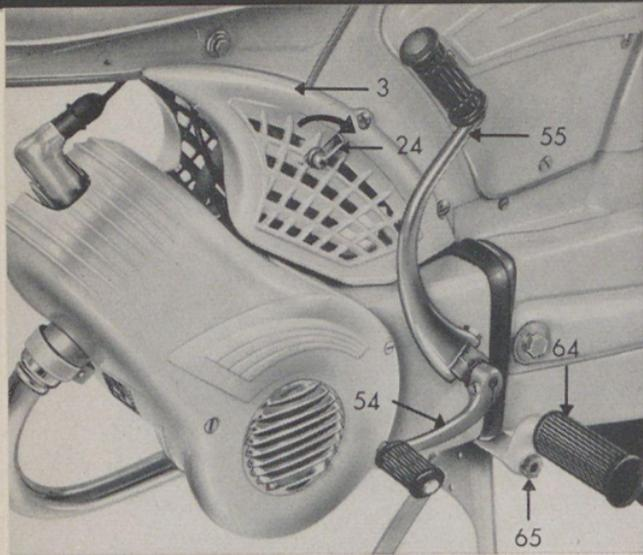
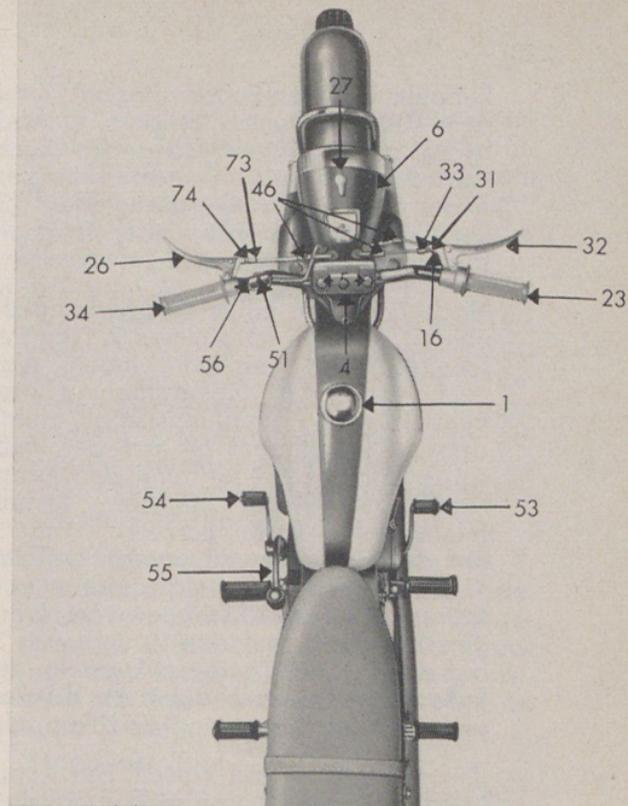

Bild 2
Bild 3
**Der Tankverschluß 1** (Bild 3) wird durch Drehen nach links geöffnet und der Kraftstoff eingefüllt. Der Tankverschluß ist sauber zu halten. Es ist darauf zu achten, daß das Innere des Tanks nicht verunreinigt wird.
Das Starten des Motors geschieht wie folgt: Der Kraftstoffhahn 2 wird, wie in Ziffer 2 angegeben, geöffnet und der Gasdrehgriff 23 (Bild 3) durch Vorwärtsdrehen geschlossen. Danach ist der an der linken Vergaserverkleidung angebrachte Druckhebel 24 (Bild 2) in Pfeilrichtung zu bewegen. Er schließt den Startschieber im Vergaser, wodurch eine Gemischanreicherung hervorgerufen wird, die zum Starten des kalten Motors erforderlich ist. Bei war-
Das Getriebe muß auf Leerlauf geschaltet sein (siehe Abschnitt 4). Nun wird das Fahrzeug vom Ständer genommen. Bei Fahrzeugen mit Pedalen ist die Tretkurbel nach vorn durchzutreten. Bei Fahrzeugen ohne Pedale, d. h. mit Fußrasten, wird der Kickstarterhebel 55 (Bild 2) durch Umklappen in Startstellung gebracht und nach hinten durchgetreten.
Der 1. Gang dient zum Anfahren und für Bergfahrten. Er wird eingeschaltet, indem man den Kupplungshebel 26 (Bild 3) zieht, d. h. auskuppelt und den Schaltdrehgriff 34 nach vorn dreht, bis der 1. Gang eingerastet ist. Als dann ist der Kupplungshebel 26 unter gleichzeitigem Gasgeben (Rückwärtsbewegung des rechten Drehgriffes) langsam loszulassen (einzukuppeln).
Vor dem Schalten ist stets der Kupplungshebel 26 (Bild 3) so weit als nur möglich zu ziehen. Es ist zweckmäßig, wenn man zwischen dem Einschalten eines Ganges und dem langsamen Loslassen des Kupplungshebels 26 eine kleine Pause einlegt, um ein vollständiges Einrasten des Ganges zu ermöglichen. Beim Schalten und besonders beim Zurückschalten darf kein Gang übersprungen werden.
Die Fußschaltung wird durch den am linken Motorgehäuse befindlichen Fußschalthebel 54 (Bild 2) betätigt.
Der Leerlauf liegt zwischen dem 1. und dem 2. Gang. Man findet ihn durch kurzes Hin- und Herschieben der Maschine bei gleichzeitigem Herauf- oder Herunterschalten des Fußschalthebels 54. Der 1. Gang dient zum Anfahren und für Bergfahrten. Zum Schalten vom Leerlauf auf den 1. Gang muß man den am linken Lenkerende befestigten Kupplungshebel 26 (Bild 3) ziehen, d. h. aus-
zu Bild 3
Vor dem Stillsetzen des Motors ist nochmals Gas zu geben. Nun wird ohne Gaswegnahme der Hebel des Licht- und Kurzschlußschalters 27 (bei Combinetten und Super-Combinetten) am Scheinwerfergehäuse 6 (Bild 3) im Uhrzeigersinn gedreht bzw. der Zündschlüssel aus dem Zündschloß gezogen (bei den Typen 515 mit Sportrahmen), wodurch die Zündung des Motors unterbrochen wird. Wenn der Motor steht, müssen Gasdrehgriff 23 und Benzinbahn 2 geschlossen werden. Das Gasgeben vor dem Stillsetzen des Motors bewirkt, daß der Motor beim nächsten Start (besonders im Winter) leichter anspringt und die Restgase aus dem Kurbelgehäuse ausgespült werden (Korrosionsschutz).
(Bild 3)
Zum Einschalten des Scheinwerfers und des Schlußlichtes wird der Schalter 27 bzw. Zündschlüssel (Bild 3) am Scheinwerfergehäuse nach links gedreht. Die Lampen geben nur Licht, wenn der Motor läuft.
### b) **Die Bilux-Beleuchtung** (Bild 3)
Zum Einschalten des Scheinwerfers und des Schlußlichtes wird der Schalter 27 bzw. Zündschlüssel (Bild 3) am Scheinwerfergehäuse im Uhrzeigersinn gedreht. Das Auf- und Abblenden geschieht durch Betätigen des auf der linken Lenkerseite befestigten Abblendschalters 56 (Bild 3).
### c) **Die Signalanlagen (Schnarre, Bild 3)**
Unterhalb des Scheinwerfers ist bei Kleinkrafträdern eine Schnarre eingebaut. Die Schnarre wird durch Druck auf den Knopf 51 (Bild 3) ausgelöst, der sich auf dem Abblendschalter 56 (Bild 3) befindet.
## 3. **Der Lenker** (Bild 3)
Der Lenker ist bei Combinetten und Super-Combinetten zwischen Scheinwerfergehäuse und abschraubbarem Lagerdeckel befestigt und kann nach Lösen der vier Sechskantschrauben 5 (Bild 3) vor- oder rückwärts gedreht werden. Dadurch wird sein Abstand zum Sattel bzw. zur Sitzbank vergrößert oder verkleinert. Nach dem Einstellen sind die Schrauben 5 über Kreuz wieder anzuziehen.
Abschließend ist das Spiel am Gasseil mittels der Stellschraube 16 (Bild 3) so zu korrigieren, daß am Gasdrehgriff 23 ein Spiel von ca. 1 mm vorhanden ist.